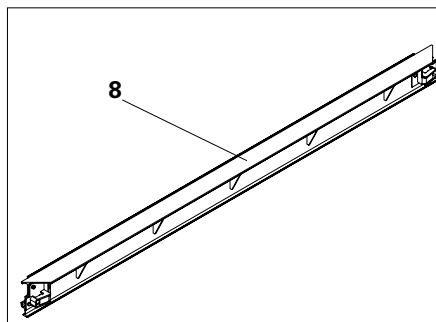

Fig. A3.08
Los remates pueden cerrarse con la viga de compensación ADF (8) y cortarse para adaptarse al contrachapado. (Fig. A3.08)